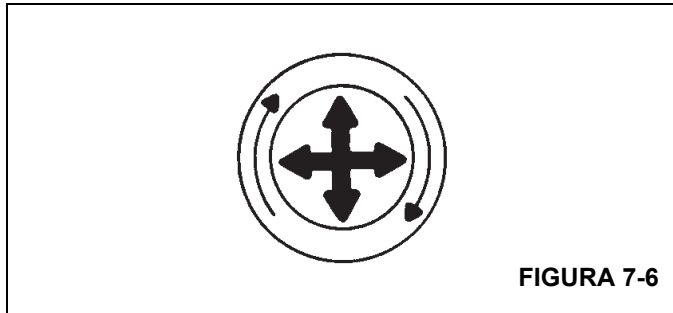

FIGURA 7-6
1. Solte as travas, abra o corpo do purificador de ar e retire os elementos como mostrado a seguir (Figura 7-6):